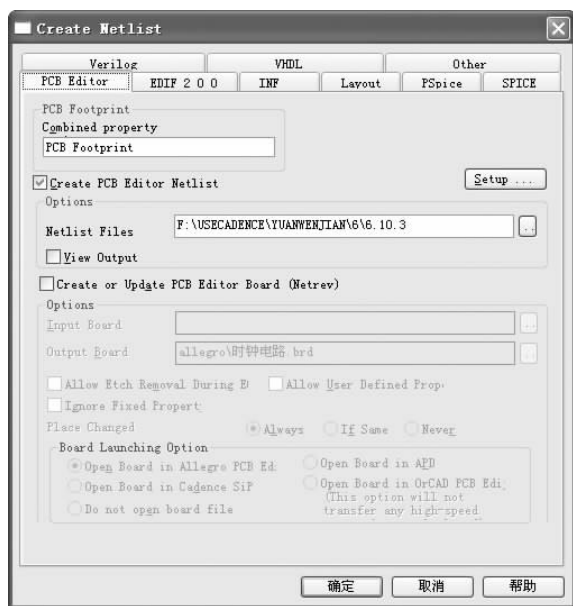

图 12-68 “Create Netlist (创建网络表)”对话框
4. 选择菜单栏中的“Tools（工具）”→“Create Netlist（创建网络表）”命令或单击“Capture”工具栏中的“Create netlist（生成网络表）”按钮，弹出如图 12-68 所示的“Create Netlist（创建网络表）”对话框。打开“PCB Editor（PCB 编辑器）”选项卡，设置网络表属性。